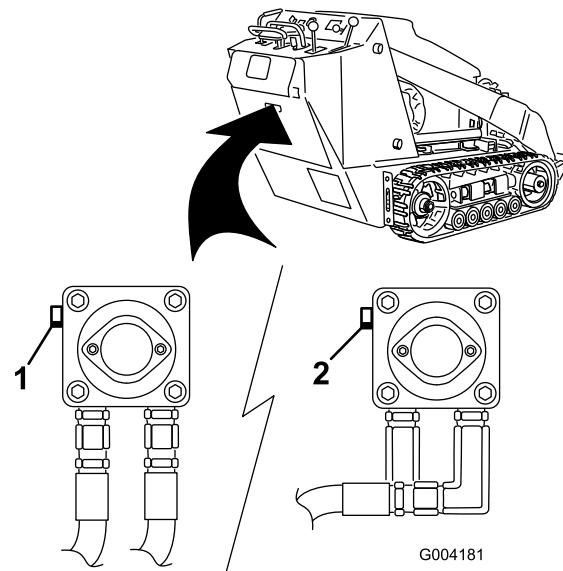

Figura 23
- Con l'aiuto di una chiave, girare due volte in senso antiorario le valvole per il rimorchio situate sulle pompe idrauliche (Figura 23).